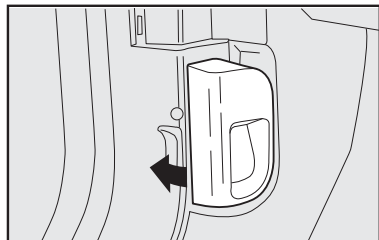

fig. 103
- 1) puxar a alavanca **A**-fig. 103.